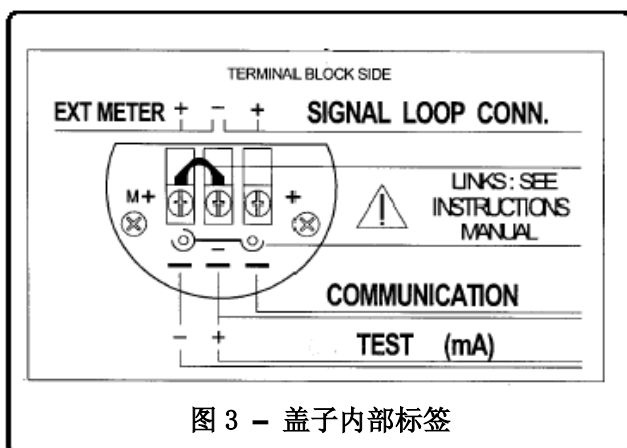

图 3 – 盖子内部标签
- 2) 除下接线盒一侧的盖子，盖子的内侧贴有图3所示的标签。